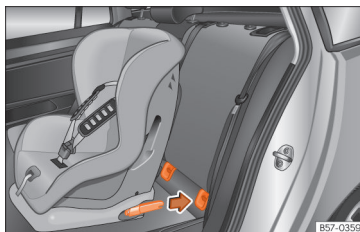

Abb. 29 Rücksitz: Einbau des Kindersitzes mit dem ISOFIX-System.
- Stecken Sie den Kindersitz auf die „ISOFIX“-Halteösen, bis der Kindersitz hörbar einrastet » **Abb. 29**. Wenn der Kindersitz über eine Top Tether* Befestigung verfügt, befestigen Sie ihn an der entsprechenden Öse » **Seite 37**. Herstellerangaben befolgen.